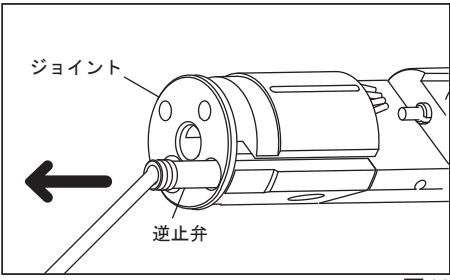

図13
2) ジョイントをまっすぐ引き抜き、細い棒などで古い逆止弁を抜き取り（図13）、新しい逆止弁を奥までしっかりと差し込んでください。